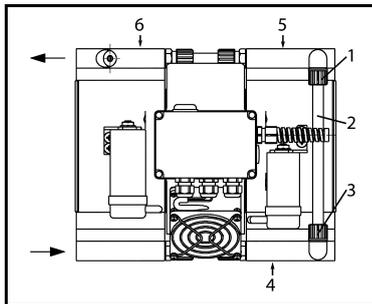
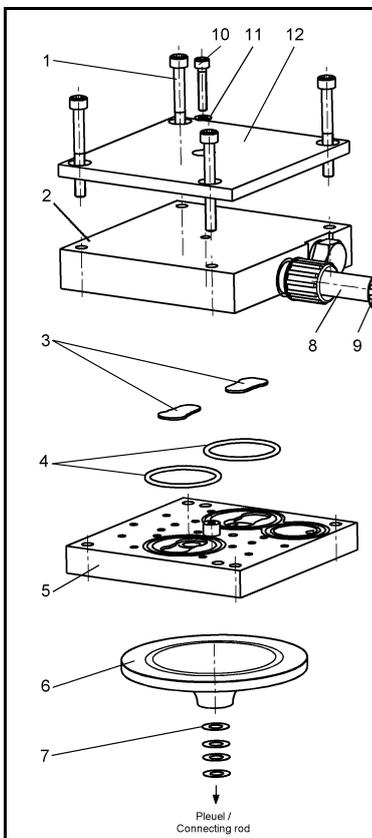

Abb. 25: Pneumatische Verschaltung zwischen Pumpenköpfen 2 und 3
Abb. 26: Membrane und Ventilplatten wechseln (3. und 4. Pumpenkopf)
**i** Zweiter Pumpenkopf: siehe Position (4) in Abb. 25.
Zusätzlicher Schritt: An der pneumatischen Verschaltung zwischen den Pumpenköpfen 2 und 3 (2, Abb. 25) die Überwurfmutter (1) und (3) mit einer Zange entgegen dem Uhrzeigersinn lösen.
1. An der pneumatischen Verschaltung (2, Abb. 25) zwischen dem zweiten (4) und dritten (5) Pumpenkopf: Die Überwurfmutter (1) und (3) mit einer Zange entgegen dem Uhrzeigersinn lösen.
2. Am dritten Pumpenkopf (5, Abb. 25) Druckplatte (12, Abb. 26), Kopfdeckel (2), Zwischenplatte (5) und Pumpengehäuse durch einen durchgehenden Filzstiftstrich markieren, um korrekte Montage sicherzustellen.
3. Am dritten Pumpenkopf die vier Schrauben (1, Abb. 26) und Schraube (10) lösen; Druckplatte (12) und Kopfdeckel (2) abnehmen.
5. Die beiden neuen O-Ringe (4, Abb. 26) in die Sitze in der Zwischenplatte (5) einlegen.
3. Druckplatte (12, Abb. 26) auf Kopfdeckel (2) setzen.
4. Prüfen, ob Pumpengehäuse, Zwischenplatte (5), Kopfdeckel (2) und Druckplatte (12) zueinander bündig sind.
5. Die vier Schrauben (1) über Kreuz handfest anziehen.
6. Die Schraube (10) handfest anziehen.
7. Die beiden Überwurfmutter (1, Abb. 25) und (3) an der pneumatischen Verschaltung zwischen Pumpenkopf 2 und 3 mit einer Zange im Uhrzeigersinn fest anziehen.
**i** Vierter Pumpenkopf: siehe Position (6) in Abb. 25.
Anschließend an den beiden pneumatischen Verschaltungen (8, Abb. 26) zwischen den Pumpenköpfen 3 und 4 die Überwurfmutter (9) mit Zange im Uhrzeigersinn fest anziehen.